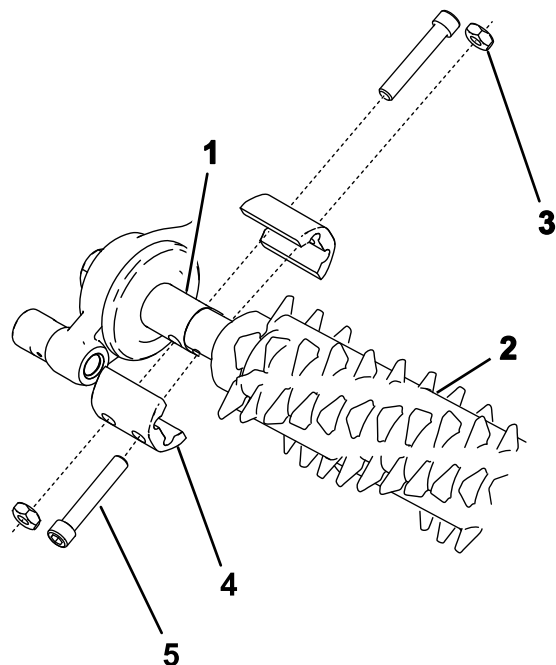

Figura 17
2. Alinee el conjunto de groomer con los ejes de transmisión de la caja de transmisión del groomer y del brazo libre (Figura 17).
3. Sujete el groomer a la máquina como se muestra en la Figura 17 y apriete los pernos.